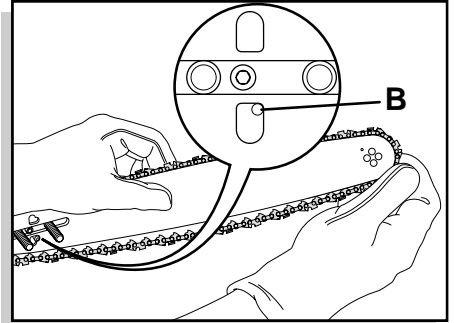

fig. 4
- Encaixe perfeitamente a corrente na barra de guia (fig. 4).